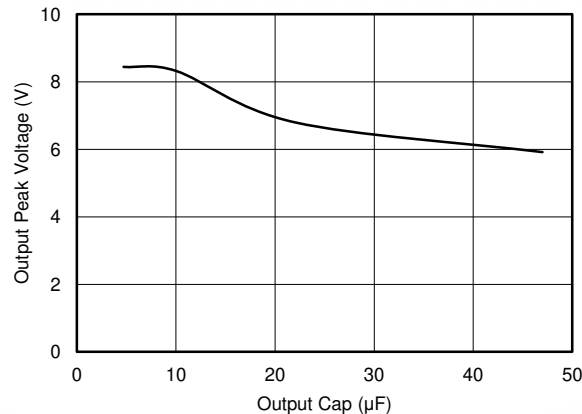

図 8-3. V_{OUT} のピーク電圧と C_{OUT} の関係 (V_{IN} ステップ: ランプ アップ レート 1-V/ μ s で 5V ~ 15V)
V_{IN} が 7.6V を超えてランプ アップすると、 $t_{(OVLO_off_delay)}$ 後に TPS25200 により内部 MOSFET がオフになるまで、 V_{OUT} は V_{IN} に追従します。 $t_{(OVLO_off_delay)}$ は V_{IN} ランプ レートに大きく依存するため、 V_{OUT} でピーク電圧が観測されます。図 8-3 に示すように、出力キャパシタンスを大きくすると、出力ピーク電圧を低下させることができます。
- 出力キャパシタンスについては、図 8-3 を参照してください。低 ESR のセラミック コンデンサの使用を推奨します。